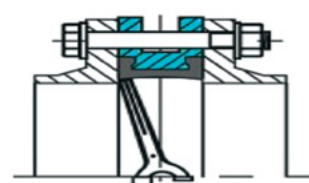

Рис. 1 (неправильно)
- Использование фланцев с внутренним диаметром меньше номинального диаметра заслонки может привести к блокировке диска, что вызовет серьезное повреждение диска поворотного затвора (рис. 1).